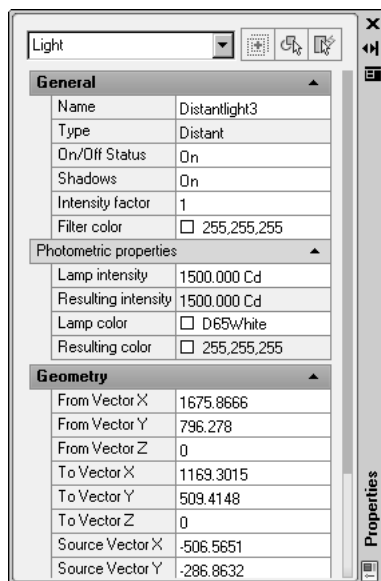

Рис. 13.23. Палитра **Properties** со свойствами удаленного источника света
4. В палитре **Properties** (Свойства) введите или измените свойства удаленного источника света (рис. 13.23).